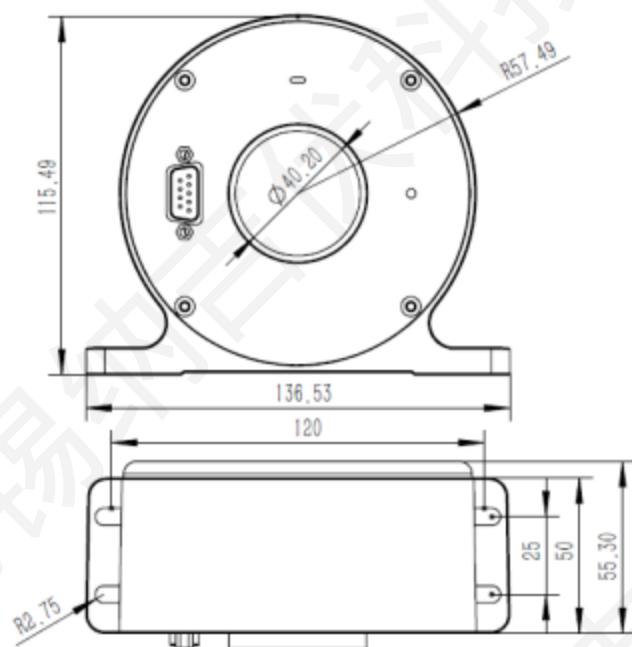

图 1
- 紧固点: 垂直方向 4 孔, 横向间距 120mm, 纵向间距 25mm, 如图 1 所示。